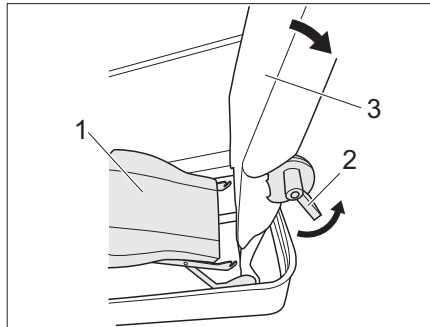
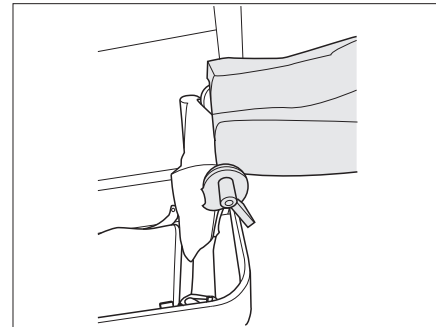

Fig. 207 Desenganchar la superficie de asiento
Fig. 208 Respaldo del asiento girado 90° hacia atrás
- Desenganchar la superficie de asiento (Fig. 207,1) y mover hacia abajo.
- Accionar la palanca 1 (Fig. 207,2) y girar hacia atrás en 90° (Fig. 208) el respaldo del asiento (Fig. 207,3).